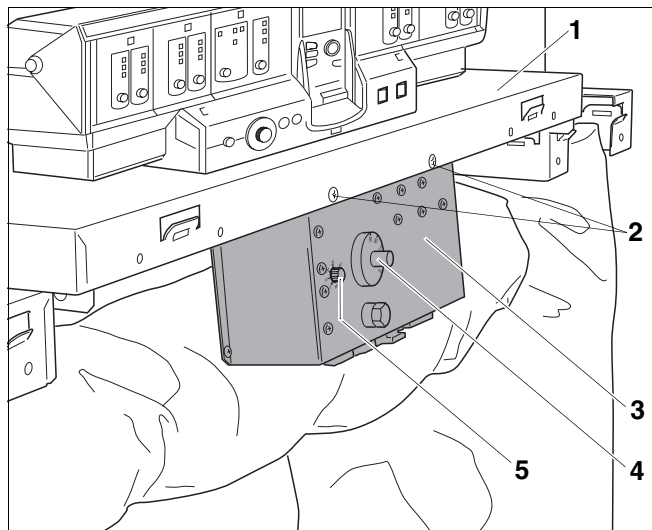

Рис. 63 Дополнительный регулятор NT3101E
- Закрепить дополнительный регулятор (рис. 63, **поз. 3**) спереди на передней крышке котла (рис. 63, **поз. 1**) двумя винтами с плоской головкой 3,9 × 9,5 (рис. 63, **поз. 2**) и зубчатыми шайбами для заземления.
- Установить нужную температуру на регуляторе температуры (рис. 63, **поз. 4**).
- Установить время (рис. 63, **поз. 5**), по истечении которого закрывается кольцевой дроссельный клапан ведомого блока, после чего ведомый блок отключается (ориентировочное значение 30 минут).